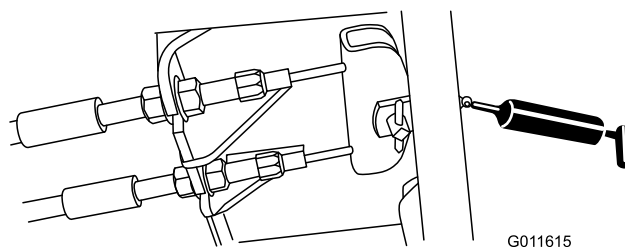

Figura 34
- Pedal do travão (1) (Figura 34)